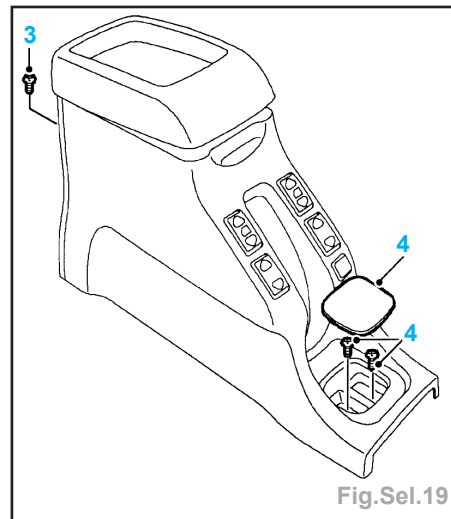

Fig.Sel.19
- les 2 vis (3) maintenant l'arrière de la console (Fig.Sel.19).
- Le cache de vis et les 2 vis (4) maintenant l'avant de la console,